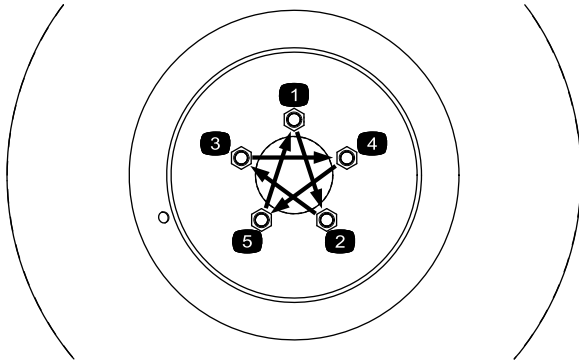

Figura 9
4. Montate nuovamente gli pneumatici posteriori e serrate i dadi ad alette a una coppia compresa tra 94 e 122 Nm alternando diagonalmente i dadi che serrerete (Figura 9).